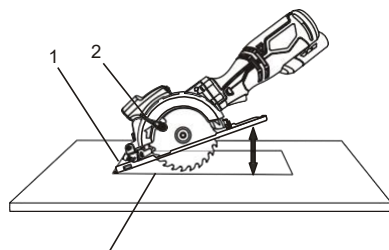

FIG. 10
3. Placez la scie sur la pièce à usiner de manière à ce que le bord avant de la semelle (1) soit à plat sur la pièce (Fig. 10).
4. Ouvrez le protège-lame en faisant pivoter le levier de protection de lame (2) vers l'avant.
5. Alignez la lame de scie avec la ligne de coupe (3) en utilisant le repère de coupe 0° sur la semelle et la ligne laser.